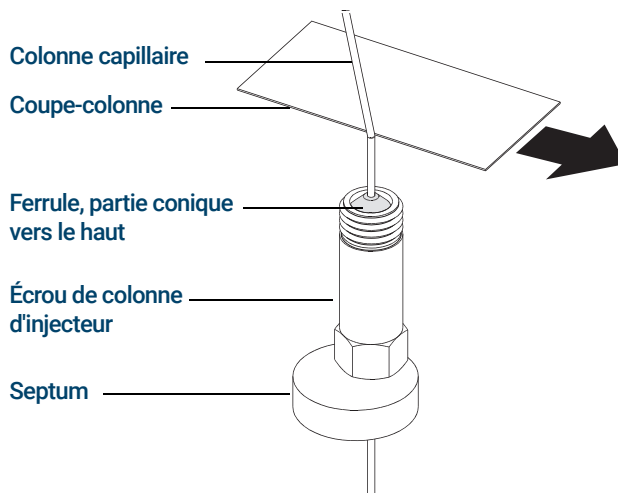

Figure 3. Préparation d'une colonne capillaire pour son installation
- 2 Muni(e) de gants propres, appuyer sur la colonne dans le septum (cela exerce un peu de pression). Puis, faire glisser l'écrou de colonne et la ferrule préparée sur le côté libre de la colonne. (Voir **Figure 3**.) Le côté conique de la ferrule doit être orienté vers l'extérieur de l'écrou de colonne.